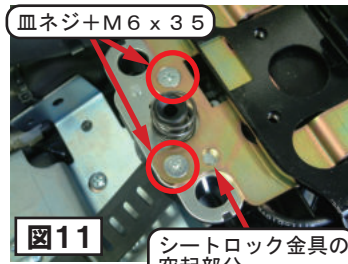
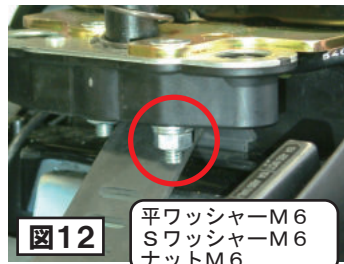

図11
図12
9. シートロック金具をロックプレートに付属の皿ネジ+M6×35・平ワッシャーM6・SワッシャーM6・ナットM6で取り付けます。(図11・図12参照)